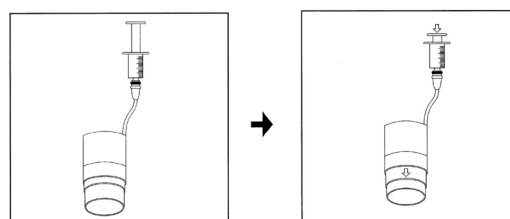

図2
- 送気コネクタにシリンジ（空気駆動用）を接続し、約2mLの空気を一気に注入する。そのときスライド筒が前方に突出することを確認すること。（図2）